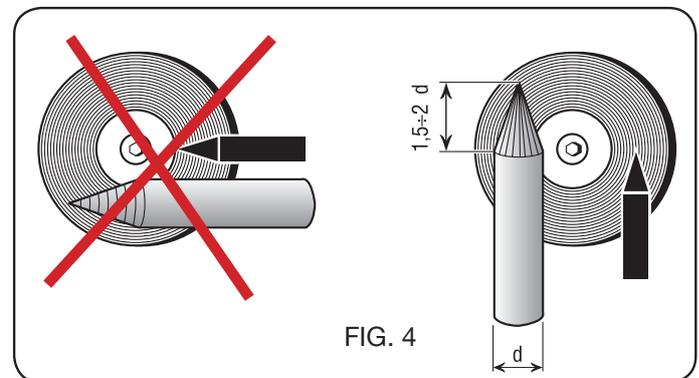

FIG. 4
É necessária uma atenção especial na preparação da ponta do eléctrodo. Lixá-la de modo que apresente riscas verticais como indicado na fig.4.
- Esmerilhar a extremidade do eléctrodo de tungsténio em forma cónica por um comprimento de 1,5 a 2 vezes o diâmetro do eléctrodo (fig. 4).